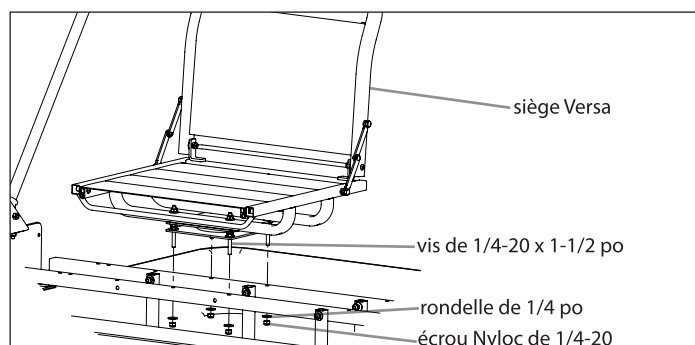

FIGURE 6
10. Pour attacher l'ensemble siège-pivot assemblé à l'étape 9 au rail de siège (14818), utiliser la visserie restante trouvée dans le sachet de petites pièces (15752) -- quatre (4) vis de 1/4-20 x 1-1/2 po, huit (8) rondelles de 1/4 po et quatre (4) écrous Nyloc de 1/4-20. Répéter cette opération pour monter l'autre ensemble siège-pivot au rail de siège (14818). **VOIR FIGURE 6**